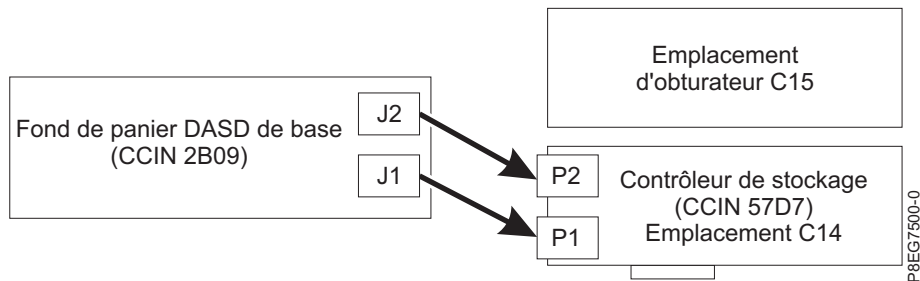

Figure 18. Reconnexion du câble SAS dans une configuration de stockage de base
- Si une carte PCIe3 x8 SAS RAID interne 6 Gb (CCIN 57D7) se trouve dans l'emplacement P1-C14 (dispositif de stockage de base), un câble SAS relie le connecteur de fond de panier d'unité de disque inférieur (J1) au connecteur P1 de la carte. Un câble SAS relie le connecteur de fond de panier d'unité de disque supérieur (J2) au connecteur P2 sur la même carte. Pour plus d'informations, voir figure 18.